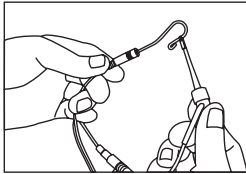
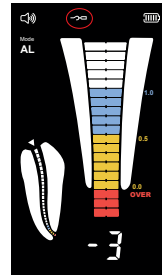

Imagen 5
Imagen 6
d) Haga que el gancho de labio toque el alambre doblado del clip de archivo [como se muestra en la Imagen 5] asegúrese de que el icono de conexión en la pantalla LCD se muestra de forma constante [como se muestra en la Imagen 6], de lo contrario, significa que el clip de archivo o el alambre de medición está dañado, debe ser reemplazado.